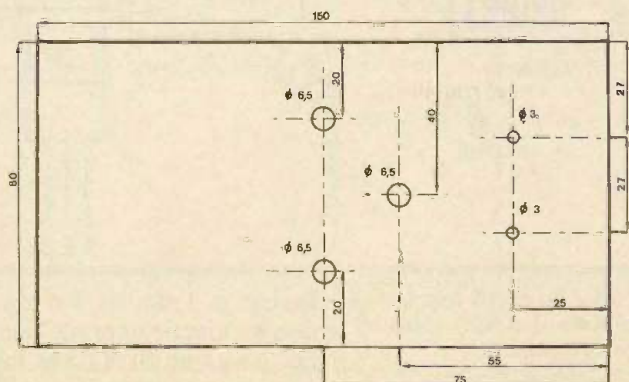

Fig. 7
c) Préparation du boîtier (fig. 7)
Après avoir percé les trous de la face avant du boîtier plastique BIM 05, comme indiqué figure 7, donner une légère couche de peinture de couleur claire et décalquer à l'aide d'éléments transfert les noms des diverses commandes de l'appareil. Fixer les composants de la face avant (LED D₅ et D₁₆, interrupteur I₁, et le buzzer piézo-céramique Bz). Percer 2 trous \varnothing 6,5 mm pour le cordon secteur et la sortie d'alimentation du congélateur. Percer également un trou \varnothing 6,5 mm pour le jack femelle mono de l'entrée capteur et 4 trous \varnothing 3,5 mm dans le fond du boîtier pour la fixation du circuit imprimé. Ne pas oublier le trou \varnothing 4 mm per-